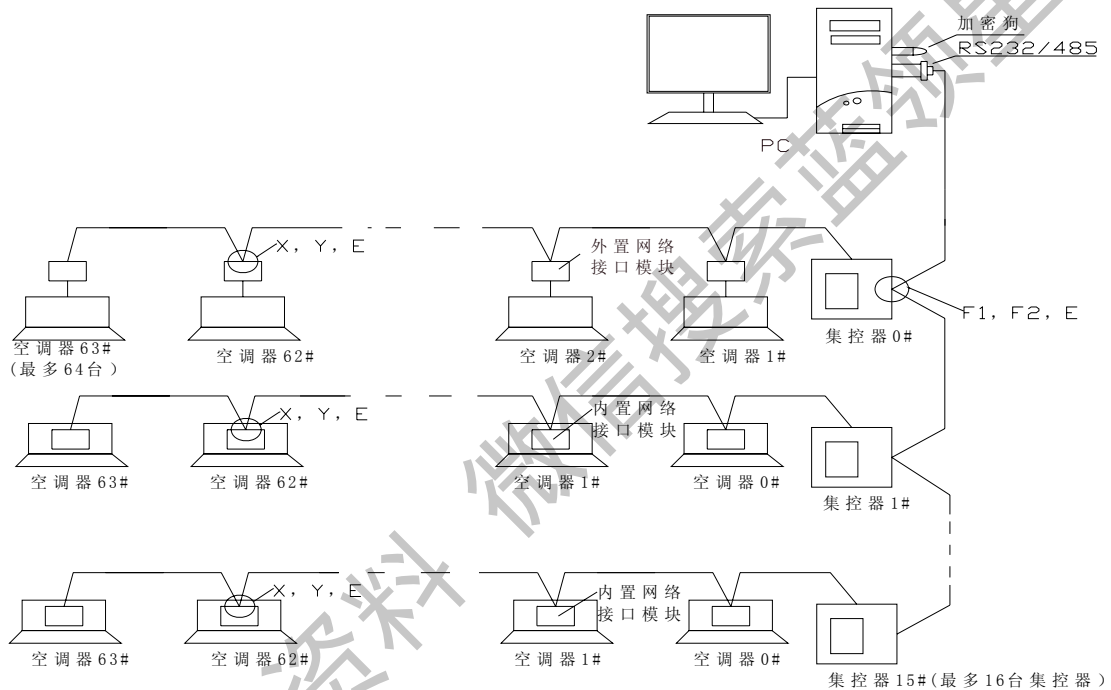

图 1 网络空调系统连接示意图
2) 整个网络空调系统的通讯接线可以参考 P70《网络接口模块接线图》和 P80《集中控制器接线图》结合图 1 完成。